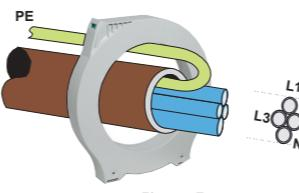

Figura 7
En caso de tener que pasar una manguera de cables, donde están todos los conductores, incluido el de tierra (PE), hay que volver a pasar el conductor PE en sentido contrario para contrarrestar los efectos del primer paso. (Figura 7)